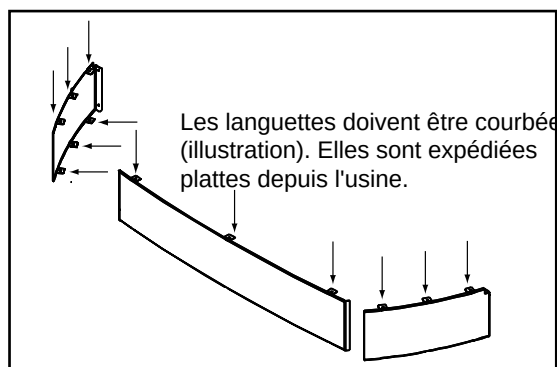

Figure 18.1
2. Posez la façade et les faces latérales en orientant leur côté frontal vers le bas. Courbez les languettes vers le bas contre l'intérieur. **Figure 18.1**